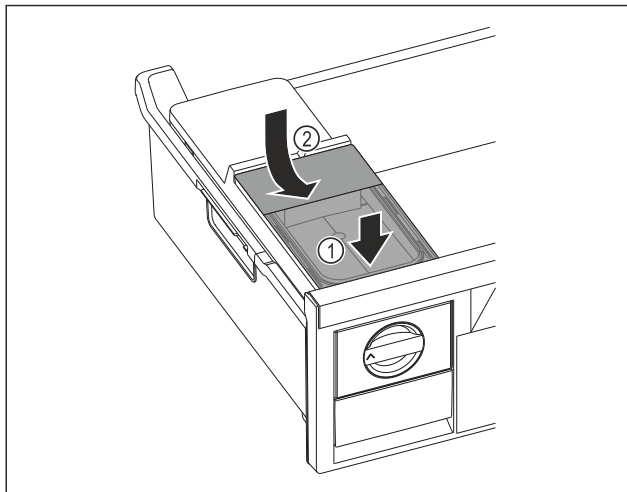

Fig. 129
- Sæt vandtanken i forfra. Fig. 129 (1)
- Sænk vandtank ned bagest. Fig. 129 (2)